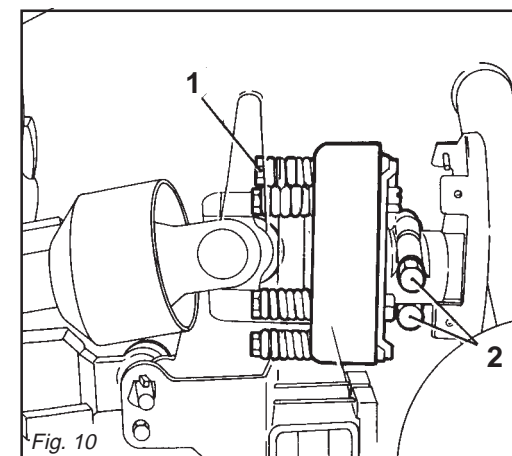

Fig. 10
La frizione è già pre-regolata per uno sforzo medio. Se slitta troppo facilmente (surriscaldandosi) è necessario avvitare uniformemente tutti i dadi (1 Fig. 10) che stringono le molle.
Se la frizione non slitta, svitare uniformemente tutti i dadi (1 Fig. 10) che fissano le molle. Svitare un giro alla volta e verificare la frizione dopo circa 300 metri di lavoro. Se necessario ripetere l'operazione, sempre svitando un giro alla volta. Se la frizione mantiene durante il lavoro una temperatura di circa 40-50 gradi circa significa che è regolata in modo corretto. **Non serrare mai a fondo i dadi, poiché in tal modo si elimina la funzione delle molle e dunque della frizione a danno degli organi di trasmissione.**
*The clutch is already pre-adjusted for average stress. If it slips too easily (and overheats), it will be necessary to evenly tighten all the nuts (1 Fig. 10) that retain the springs.*
*If the clutch does not slip, evenly unscrew all the spring fixing nuts (1 Fig. 10). Unscrew one turn at a time and check the clutch after having worked about 300 meters. Repeat the operation if necessary, remembering to unscrew one turn at a time. If the clutch maintains a temperature of about 40-50 degrees during work, this means that it has been correctly regulated. **Never fully torque the nuts since this would void the function of the springs and, subsequently, of the clutch, thus damaging the transmission components.***
Die Gelenkwelle kann mit einer Sicherheitskupplung ausgerüstet werden, um die Getriebeteile des Gerätes vor Überlastungen und/oder Beanspruchungen zu schützen. Die Gelenkwelle darf keine Neigung über 10 Grad aufweisen (Abb. 3). Die Kupplung ist auf eine mittlere Beanspruchung voreingestellt. Wenn die Kupplung zu schnell schlupft (Überhitzung), muß man alle Muttern (1 Abb. 10), die die Federn spannen, noch weiter anziehen.
Wenn die Kupplung nicht schlupft, alle Muttern (1 Abb. 10), die die Federn spannen, gleichmäßig lockern. Alle Muttern um eine Umdrehung losschrauben und die Kupplung nach 300 Metern Fahrstrecke prüfen. Den Vorgang falls erforderlich wiederholen, jeweils eine Umdrehung pro Versuch. Wenn die Kupplung während der Arbeit eine Temperatur von circa 40-50°C beibehält, ist sie richtig eingestellt. **Die Muttern nie ganz festziehen, weil dabei die Wirkung der Federn und damit der Kupplung aufgehoben würde, was sich schädlich auf die Getriebeteile auswirken würde.**
*L'arbre à cardans peut être équipé d'embrayage de sécurité pour protéger les organes de transmission de la machine en cas d'efforts ou de surcharges excessives. L'inclinaison du cardan de doit pas dépasser 10 degrés (Fig. 3). L'embrayage est déjà réglé pour un effort moyen. Lorsqu'il patine facilement (en se surchauffant) il faut visser de manière uniforme tous les écrous (1 Fig. 10) de serrage des ressorts.*
*Si l'embrayage ne patine pas, dévissez de manière uniforme tous les écrous (1 Fig. 10) de fixation des ressorts. Dévissez d'un tour à la fois et vérifiez l'embrayage après environ 300 mètres de travail. Si nécessaire, répétez l'opération en dévissant toujours d'un tour à la fois. Quand l'embrayage maintient une température d'environ 40-50 degrés pendant le travail, cela signifie qu'il est réglé correctement. **Ne serrez jamais à fond les écrous car cela annule la fonction des ressorts et donc de l'embrayage au détriment des organes de transmission.***
El embrague está ya pre-regulado para un esfuerzo medio. Si patina muy fácilmente (recalentándose) es necesario ajustar uniformemente todas las tuercas (1 Fig. 10) que apretan en el resorte.
Si el embrague no patina, aflojar uniformemente todas las tuercas (1 Fig. 10) que fijan el resorte. Aflojar una vuelta a la vez y controlar el embrague luego de 300 metros de trabajo. Si es necesario repetir la operación siempre aflojando un giro a la vez. Si el embrague mantiene durante el trabajo una temperatura de 40-50 grados significa que está regulado en modo correcto. **No ajustar jamás a fondo las tuercas, ya que así se inutiliza el resorte y la fricción dañando los órganos de transmisión.**